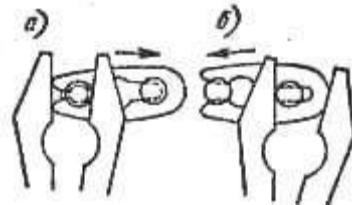
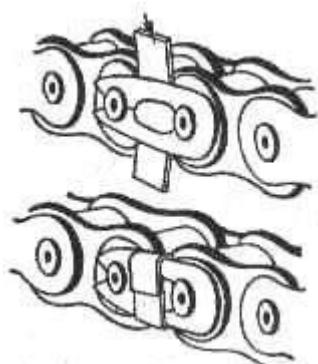

Рис. 55. Снятие и установка защелки замкового звена цепи с помощью плоскогубцев:
Рис. 56. Установка предохранительной полоски из жести на защелку замкового звена цепи
6. Снять при помощи плоскогубцев защелку замка цепи (рис. 55, а). Затем, продвинув цепь немного вперед, вынуть соединительное звено.
9. Сведя концы новой или вновь установленной цепи на звездочке заднего колеса, вставить новое (или старое) соединительное звено и закрепить его защелкой (см. рис. 55, б). Разрезная часть защелки должна быть обращена назад (если смотреть по ходу цепи). Замковое звено цепи снабжено достаточно тугой защелкой и все же не будет излишней установка на нем предохранителя (рис. 56), который исключит возможность соскачивания защелки и разъединения цепи при любых обстоятельствах.
7. Соединить цепь, вставив замок, установить защелку замка обязательно прорезью назад по ходу цепи и обжать ее предохранительной полоской, вырезанной из жести (см. рис. 56).